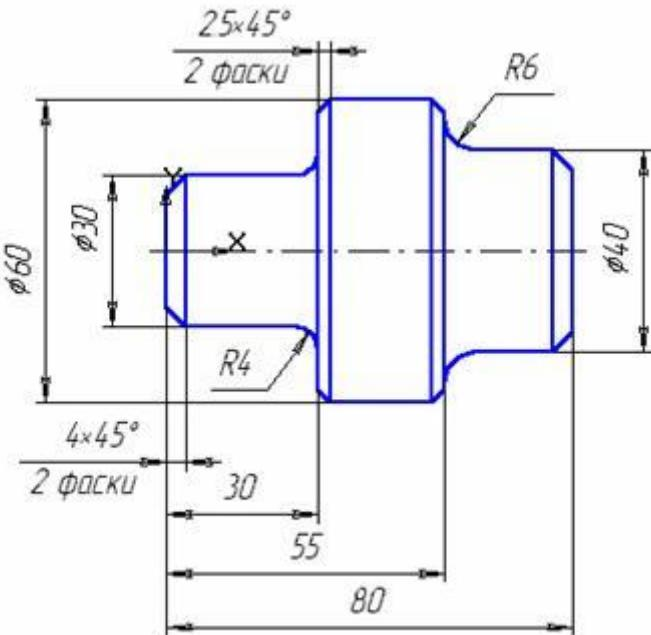

Рис. 1.15. Чертеж детали
**Задание.** Постройте чертеж детали по заданным размерам, проставьте размеры, рис. 1.15.